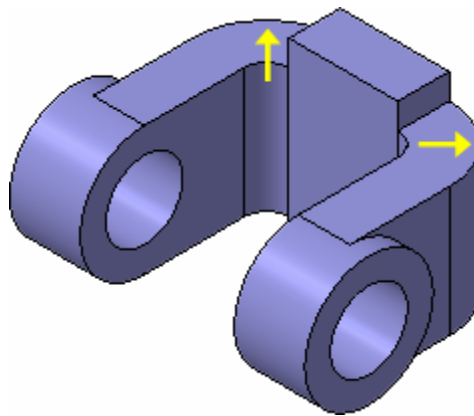

Рисунок 41.
- Вновь установите режим отображения Полутонное (рис. 41).